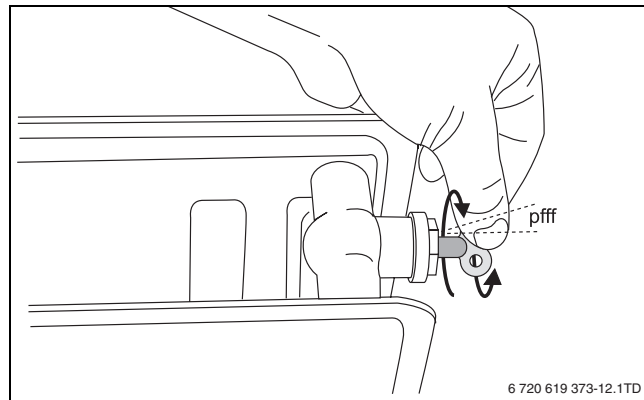

Fig. 60 Sfiato dell'impianto di riscaldamento
- Sfiatare l'impianto di riscaldamento mediante le valvole di sfogo aria dei radiatori. Iniziare l'operazione dal piano inferiore dell'edificio e proseguire con i piani più alti (→ fig. 60).